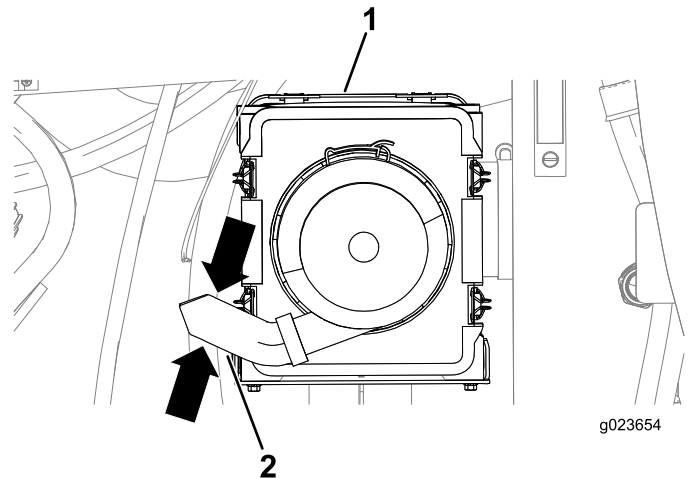

Bild 84
3. Drücken Sie die Seiten des Staubventils auf der Luftfilterabdeckung zusammen, um Wasser-, Staub- oder Schmutzansammlungen aus dem Ventil zu entfernen (Bild 84).